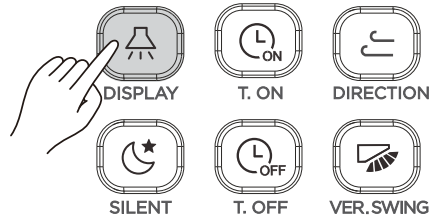

Figura 21
1. Quando o controle remoto está no estado ligado ou desligado, pressione  (consulte a Figura 21) para acender o visor da unidade interna;